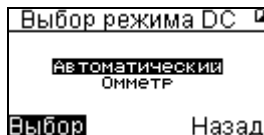

Рисунок 39
6.3.7 Для измерений **ДС** методом подключите соответствующий кабель, появится кратковременное сообщение об активации метода и будет предложен выбор режима **Автоматический** или **Омметр** (рисунок 39).